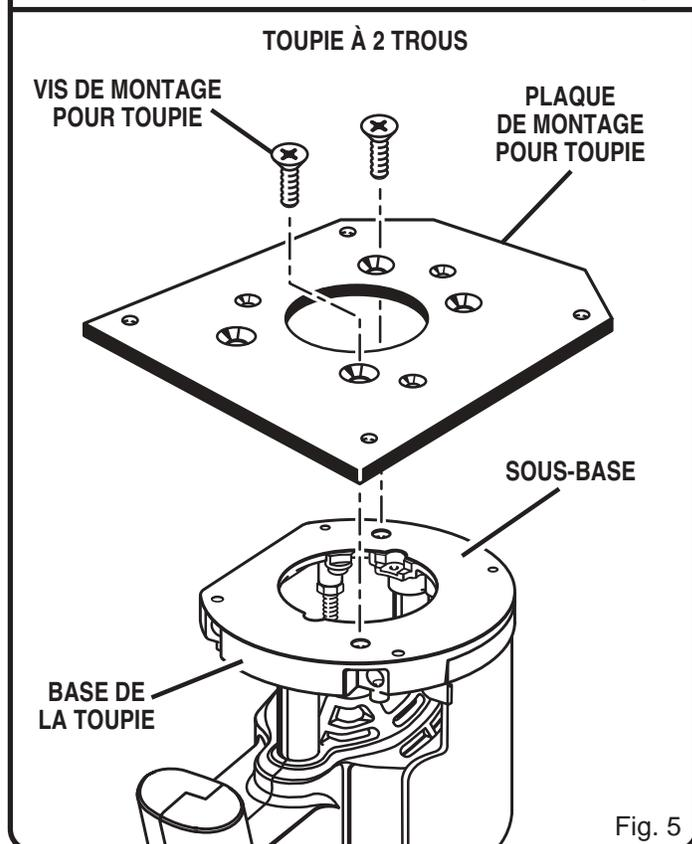

Fig. 5
Voir figures 5 et 6.
- La poignée avec interrupteur de la toupie doit être orientée vers le côté carré de la plaque de montage. *Voir figure 5.*